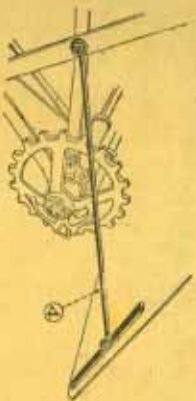

Bild 29
- Bild 29, Seite 27
4. Bindetischverbreiterungstreibe an die Bindetischverbreiterung und den Elevatorpfosten schrauben, wie Bild 29 zeigt.